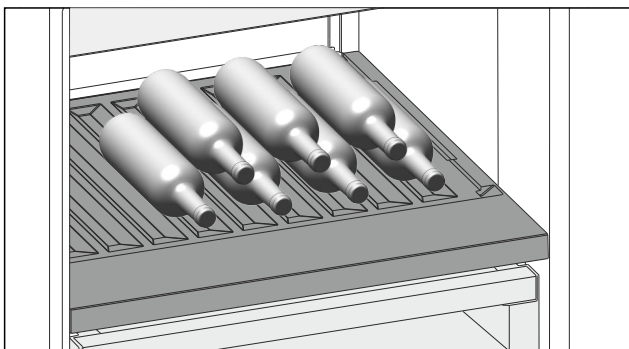

Fig. 139 Beispielhafte Darstellung
- ▶ Flaschen mit dem Boden nach hinten zur Rückwand einlegen. (siehe Fig. 139)